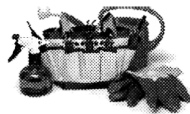

Рис. 7. Мотыги:
Основной мотыгой производится посадка картофеля, а иногда и окучивание. Ширина рабочей части основной (большой) мотыги (рис. 7, а) — около 210 мм. Радиус образующей рабочей кромки — порядка 140—160 мм. Внутренний диаметр металлической втулки, соединяющей рабочую часть с деревянной рукоятью, должен быть не менее 4 см. Этим достигается необходимая жесткость инструмента при весьма длинной рукояти (порядка 2 м). Металлические детали соединяются с помощью сварки. При этом необходимо обеспечить угол между рабочей частью и втулкой в горизонтальной плоскости порядка 5—10°, а в вертикальной плоскости — около 8°. Наличие таких углов в сочетании с длинной рукоятью обеспечивает удобство при работе с мотыгой.
Средняя мотыга (рис. 7, б) используется исключительно при окучивании. У нее увеличены размеры рабочей части: ширина около 25—30 см, а радиус образующей рабочей кромки — около 20 см. Рукоять значительно короче, чем у основной (около 1,5 м), но не менее 4,5 см в диаметре. Такой мотыгой можно быстро подсыпать землю под кусты картофеля на необходимую высоту, перемещаясь по дну борозд, образованных после предыдущих окучиваний. Разумеется, почва при этом должна быть достаточно рыхлой. Тяжелую или уплотненную почву предварительно разрыхляют с помощью малой мотыги или тяпки.
Размер рабочей части малой мотыги — 100×100 мм (рис. 7, в). Режущая кромка, как и у старших сестер, тоже имеет полукруглую форму. Рукоять относительно небольшой длины. Это удобный инструмент для работы в промежутках между кустами картофеля в рядах (гребнях) и под кронами деревьев или кустов.
**Мотыга для липкого грунта**, больше похожая на тяпку, отличается окошком, расположенным выше полотна (рис. 7, *г*). Окошко можно прорезать в рабочей плоскости или приварить полотно к кронштейнам, сходящимся у тулейки. При работе этим инструментом влажная земля не налипает на поверхность лезвия, поскольку при каждом последующем ударе она сдвигается в проем.
**Мотыгу из обломка косы** можно применять для уничтожения сорняков в неудобных местах — на откосах гряд, картофельных гребней, поливных борозд. Этим же инструментом хорошо рыхлить землю, окучивать растения, подрезать сорняки на глубине 20—30 мм от поверхности. Такую мотыгу можно сделать из обрезанного обломка косы, к пятке более широкой части которой приваривают тулейку для черенка (рис. 7, *д*). Длинная рукоятка орудия позволит не сгибаться при обработке почвы под кустами смородины или крыжовника.
женной грядке удобнее тяпкой. Их можно заменить одним универсальным инструментом, который несложно сделать своими руками. Легкая мотыга-перевертыш, изображенная на рис. 7, *е*, очень удобна в работе, так как имеет пять рабочих кромок. Нож *А* служит для тонкой работы — там, где обычная мотыга могла бы повредить корни; *Б* — широкое лезвие, как у тяпки; взаимно перпендикулярные кромки *В* и *Г* образуют угловой подрез, которым вы легко перерубите корень любого сорняка, а серповидное лезвие *Д* можно использовать для подрезки веток. Проще всего сделать такую мотыгу из пластины нержавеющей стали.
**Лопата-мотыга** пригодится и на огороде, и в походе. Чтобы сделать этот универсальный инструмент, в складной туристской лопате видоизменяют шарнирный узел (рис. 7, *ж*). Корпусом поворотного узла и одновременно тулейкой служит отрезок дюймовой водопроводной трубы, с одной стороны которого нарезают резьбу, а с другой — вырезают клинья для удобства надевания на черенок. Затем на резьбу наворачивают прямую водопроводную муфту, а во внутреннее отверстие трубы запрессовывают палец, служащий опорой для оси поворотного штыка лопаты.